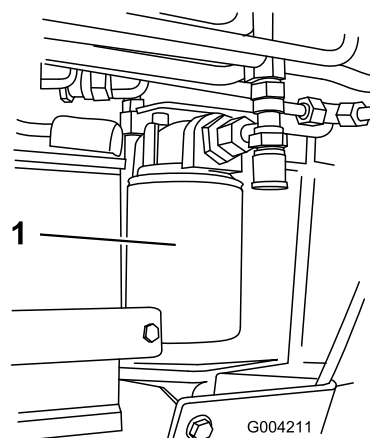

Рисунок 55
4. Поместите под крышку сливной поддон (Рисунок 55).
5. Снимите старый фильтр (Рисунок 55) и начисто протрите поверхность прокладки адаптера фильтра.
7. Установите новый гидравлический фильтр в адаптер фильтра (Рисунок 55). Поверните гидравлический фильтр по часовой стрелке, пока резиновая прокладка не соприкоснется с адаптером фильтра, после этого затяните фильтр, повернув его еще на 3/4 оборота.